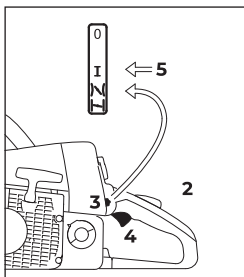

Рис. 61
- Нажать стопор рычага газа (рис. 61, поз. 2) и нажать и сразу же отпустить рычаг газа (рис. 61, поз. 4), комбинированный рычаг (рис. 61, поз. 3) переходит в рабочее положение **I**, а двигатель переключается в режим холостого хода